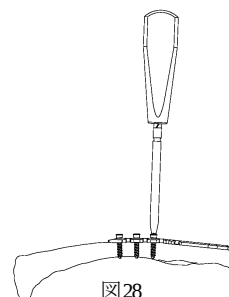

図28
- 2) 遠位部2.7 ロッキングスクリューより抜去し、続いて骨幹部3.5 ロッキングスクリューを抜去します。(図28)